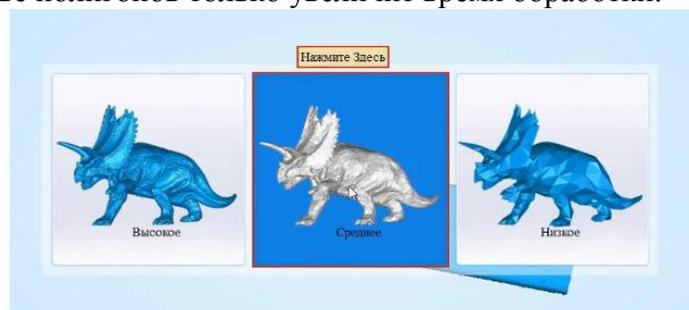

Рисунок 3.11
11. Установить среднюю или низкую детализацию (Рисунок 3.11). Модели простые и большое количество полигонов только увеличит время обработки.